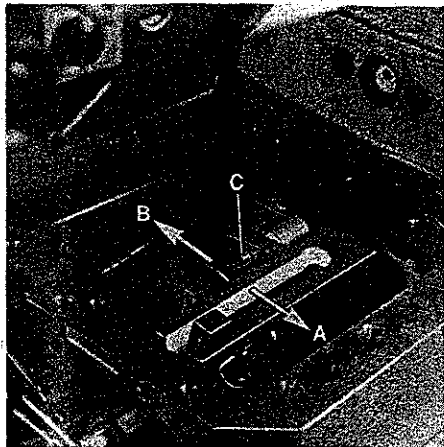

Fig.65
2. Loosen screw (C, Fig. 65).
3. To increase the looper avoid motion move screw (C, Fig. 65) in the direction of the arrow towards "A", to decrease the motion move it in the direction towards "B". Retighten screw.
2. Lösen Sie die Schraube (C, Fig. 65).
3. Verschieben Sie für einen größeren Seitenweg die Schraube (C, Fig. 65) in Pfeilrichtung nach "A" und für einen kleineren Seitenweg in Richtung nach "B". Ziehen Sie die Schraube wieder an.